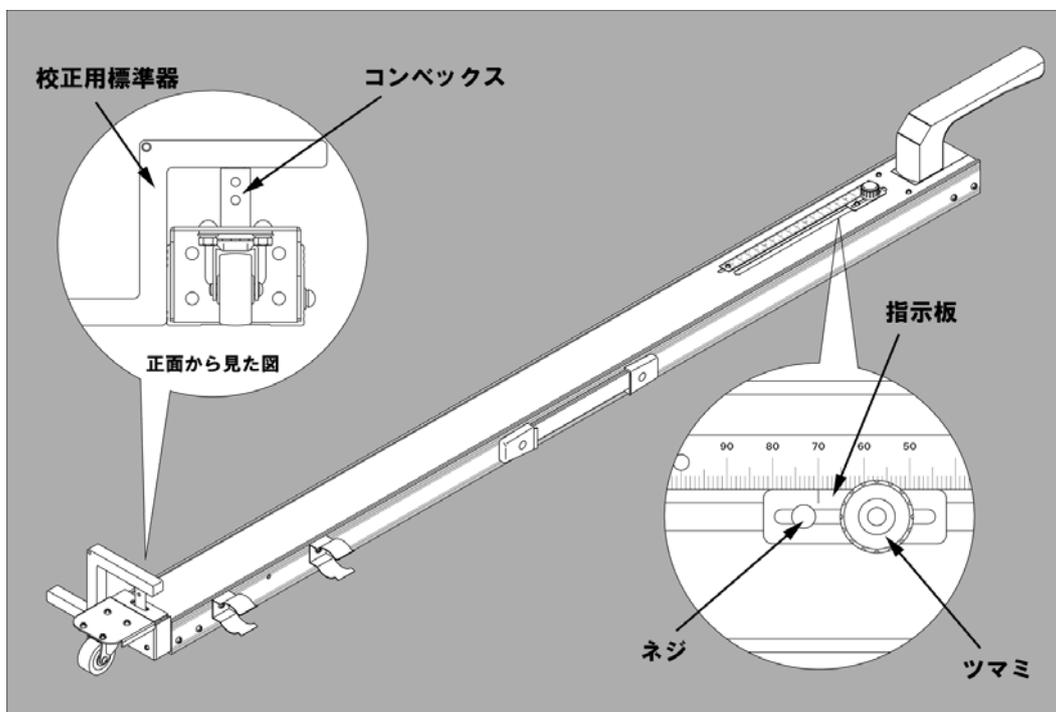

図 8.校正方法
2. ツマミを移動し、コンベックスの上部が図 8 のように校正用標準器に当たるようにします。